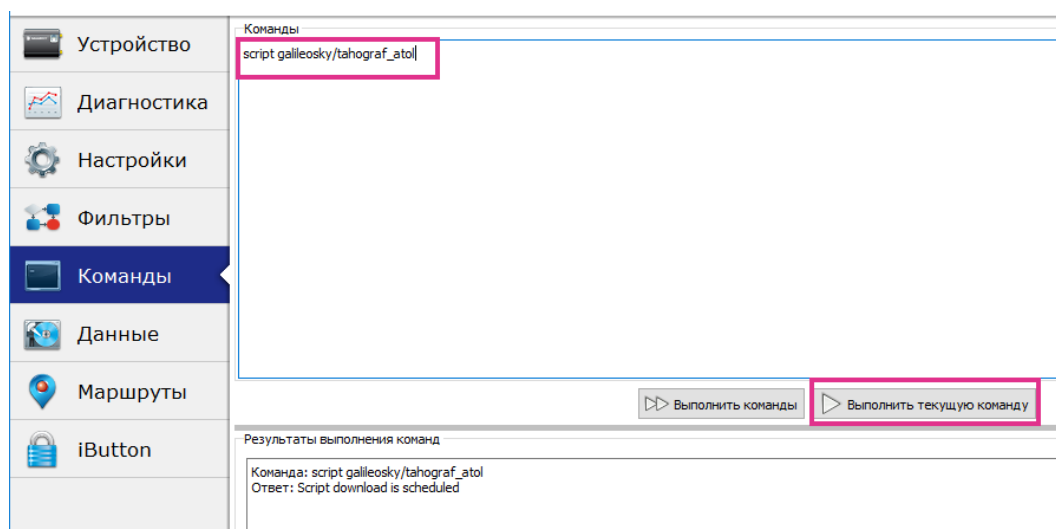

Рис. 10
10. Перейдите на вкладку «Команды» Конфигуратора, отправьте команду «script galileosky/tahograf\_atol» терминалу (Рис. 10);